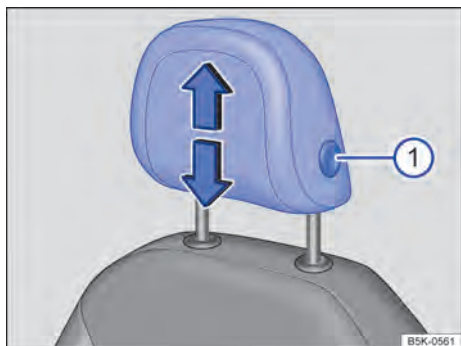

Fig. 39 Apoio para cabeça dianteiro: ajustar
- Empurrar o apoio para cabeça para cima na direção da seta ou para baixo com o botão → Fig. 39 ① pressionado → ⚠️.
- Empurrar o apoio para cabeça para baixo com o botão → Fig. 39 ① pressionado.